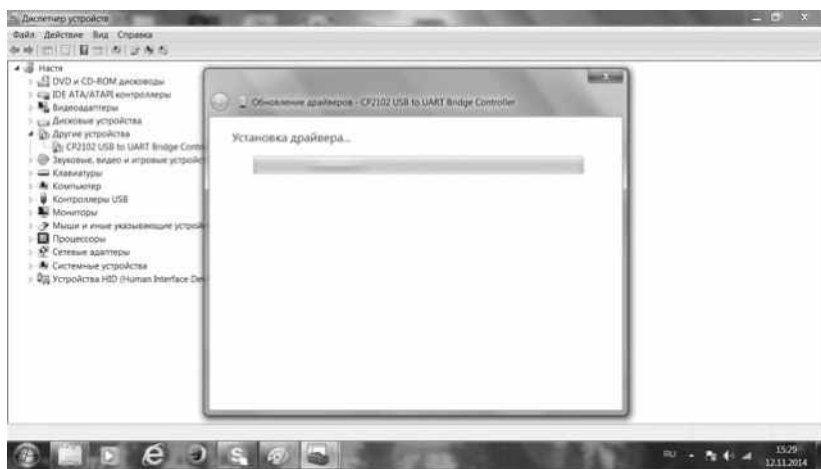

Рис. 12
3.10. Начнется установка драйвера толщиномером (рис.12).